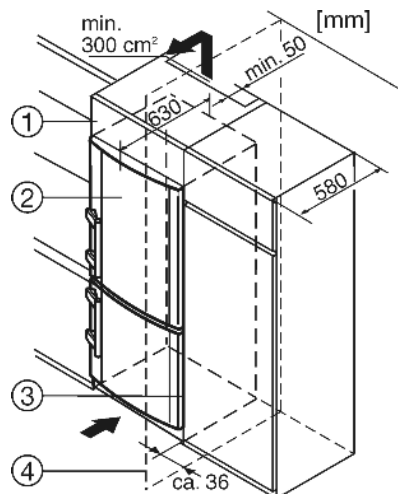

Fig. 8
- (1) Дополнительный шкафчик
- (2) Устройство
- (3) Кухонный шкаф
- (4) Стенка
Устройство может быть окружено предметами кухонной обстановки. Чтобы уравнивать устройство Fig. 8 (2) по высоте с кухонной стенкой, можно установить над устройством соответствующий дополнительный шкафчик Fig. 8 (1).
При комбинировании с обычными кухонными шкафами (глубиной макс. 580 мм) устройство можно установить непосредственно рядом с кухонным шкафом Fig. 8 (3). Дверца устройства выступает по сторонам на 34 мм и по центру устройства на 50 мм относительно передней стенки кухонного шкафа. Поэтому ее можно свободно открывать и закрывать. Важно для вентиляции:
Если устройство установлено на шарнирах у стены *Fig. 8 (4)*, то расстояние между устройством и стеной должно быть не менее 36 мм. Настолько выступает ручка при открытой дверце.